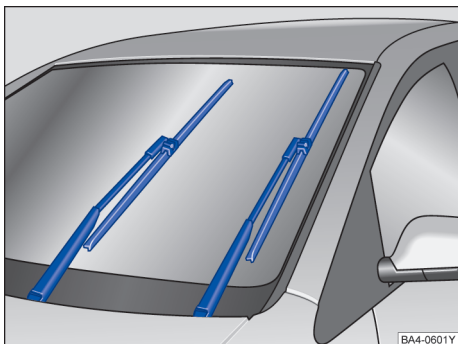

图 179 处于保养位置的刮水片
- 将车窗玻璃刮水器拨杆向下拨至点动刮水位置。使刮水器处于保养位置→图 179。